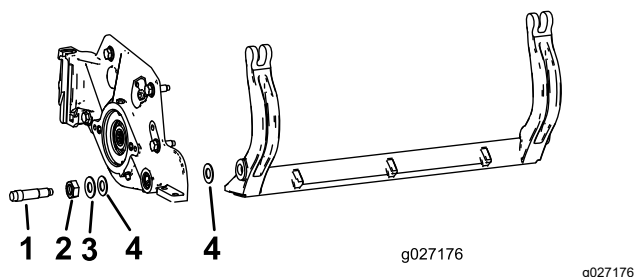

**Figura 29**
- Pe fiecare latură a mâinii, slăbiți contrapiulița care fixează urubul barei de cadru (Figura 29).
- Îndepărtați fiecare urub al barei de cadru, permițând tragerea în jos și îndepărtarea acestuia de pe urubul mâinii (Figura 29).